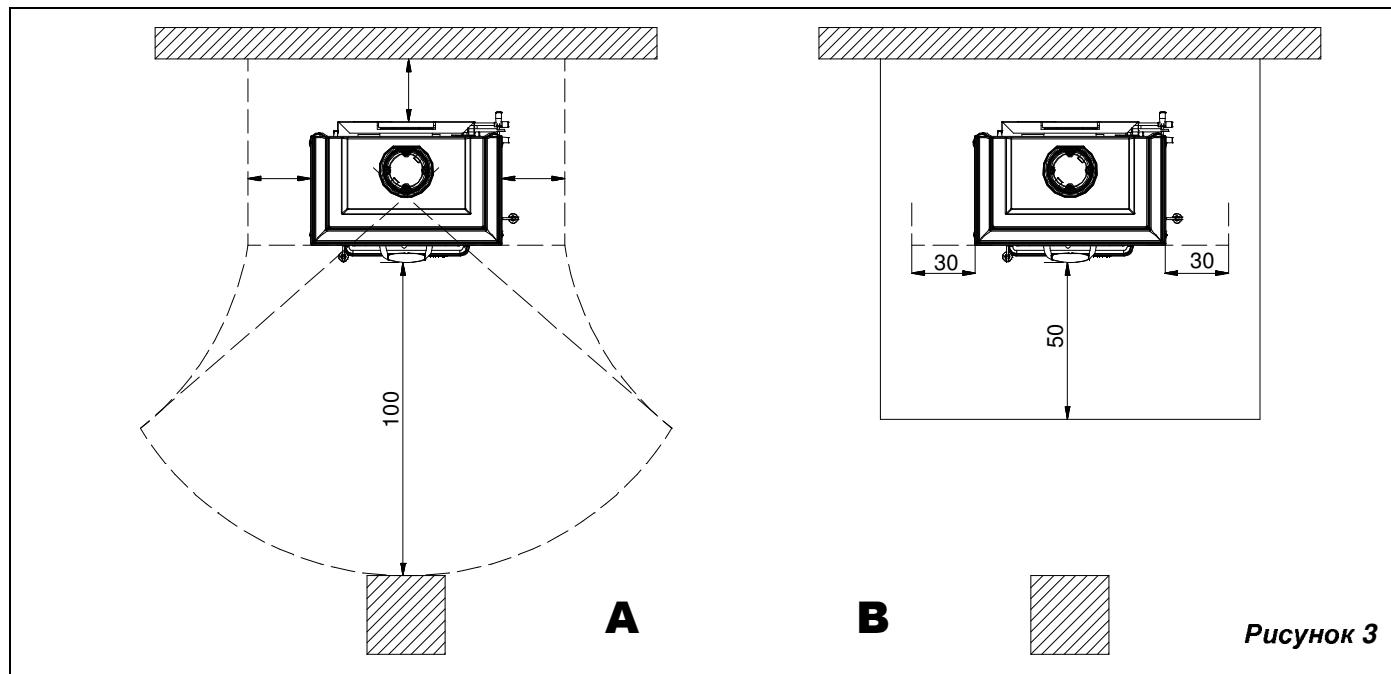

Рисунок 3
- Для обеспечения необходимой термоизоляции, соблюдать минимальное безопасное расстояние сзади и по бокам от составных частей конструкции и легковоспламеняющихся объектов (мебель, деревянные покрытия, ткани и т. д..) (Рисунок 3 А). **Все минимальные безопасные расстояния указаны на техническом щите с номинальными данными изделия и должны быть в точности соблюдены;**
- если печь устанавливается на легковоспламеняющемся полу, необходимо заранее установить подстилающий слой из огнеупорного материала, например, стальной (размеры на основе региональных нормативов). Подстилающий слой должен выступать из-под установки минимум на **50 см** по бокам и на **30 см** сверх размаха крышки топки (Рисунок 3 В).